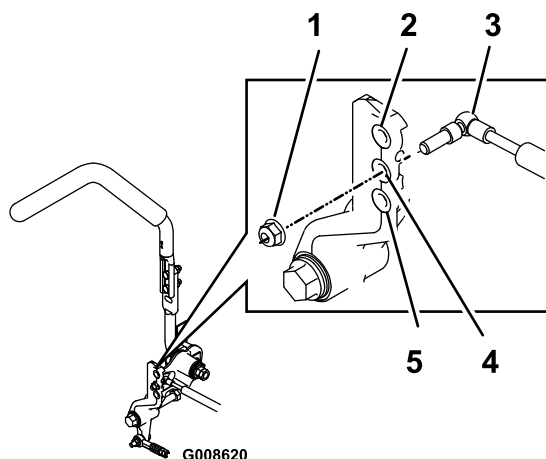

Figura 62
1. Perno (4)
3. Retire la contratuerca, mueva el perno de montaje del amortiguador a la posición deseada e instale la contratuerca. Consulte las opciones de montaje en la Figura 62.